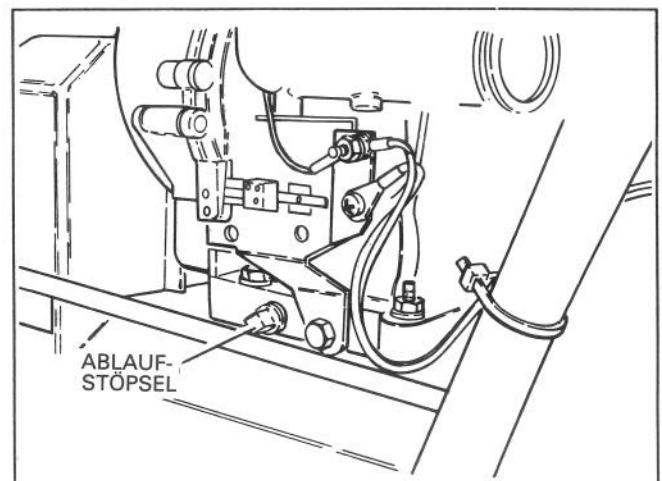

Abb. 3
5. Den Ablaufstöpsel links vom Motor abnehmen (Abb. 3) und ihn an der rechten Seite wieder anbringen.